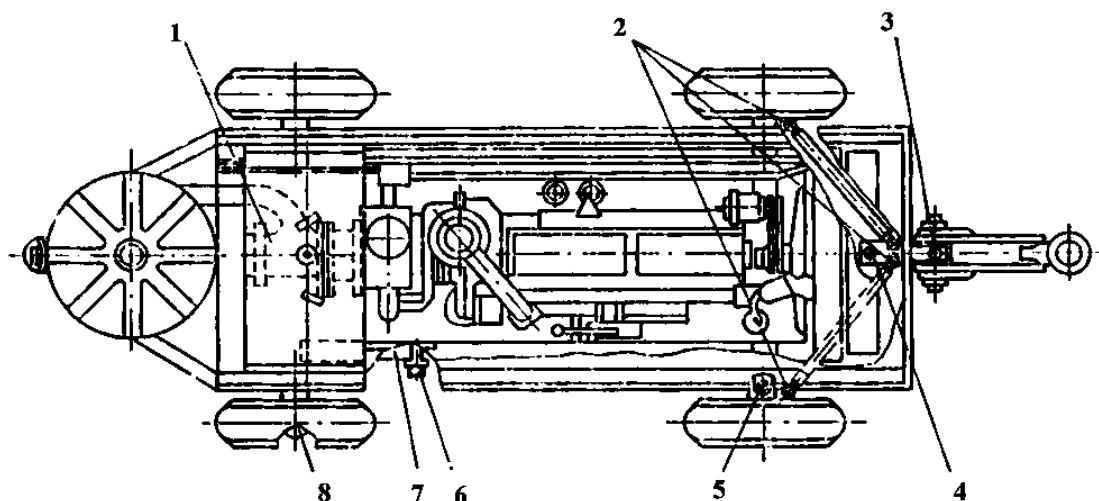

Рис. 46. Схема смазки:
- 7) смазать все точки ходовой части согласно таблице и схеме смазки (см. рис. 46);